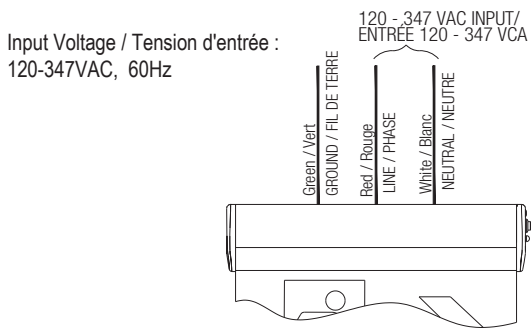

Fig. 8
9. Feed AC wires inside of the junction box, make proper electrical connections at the junction box in the metal housing, refer to "WIRING DIAGRAM" (Fig.8).
9. Acheminer les fils CA à l'intérieur de la boîte de jonction, effectuer les connexions électriques appropriées au niveau de la boîte de jonction dans le boîtier métallique, voir "SCHEMA DE CÂBLAGE" (Fig. 8).